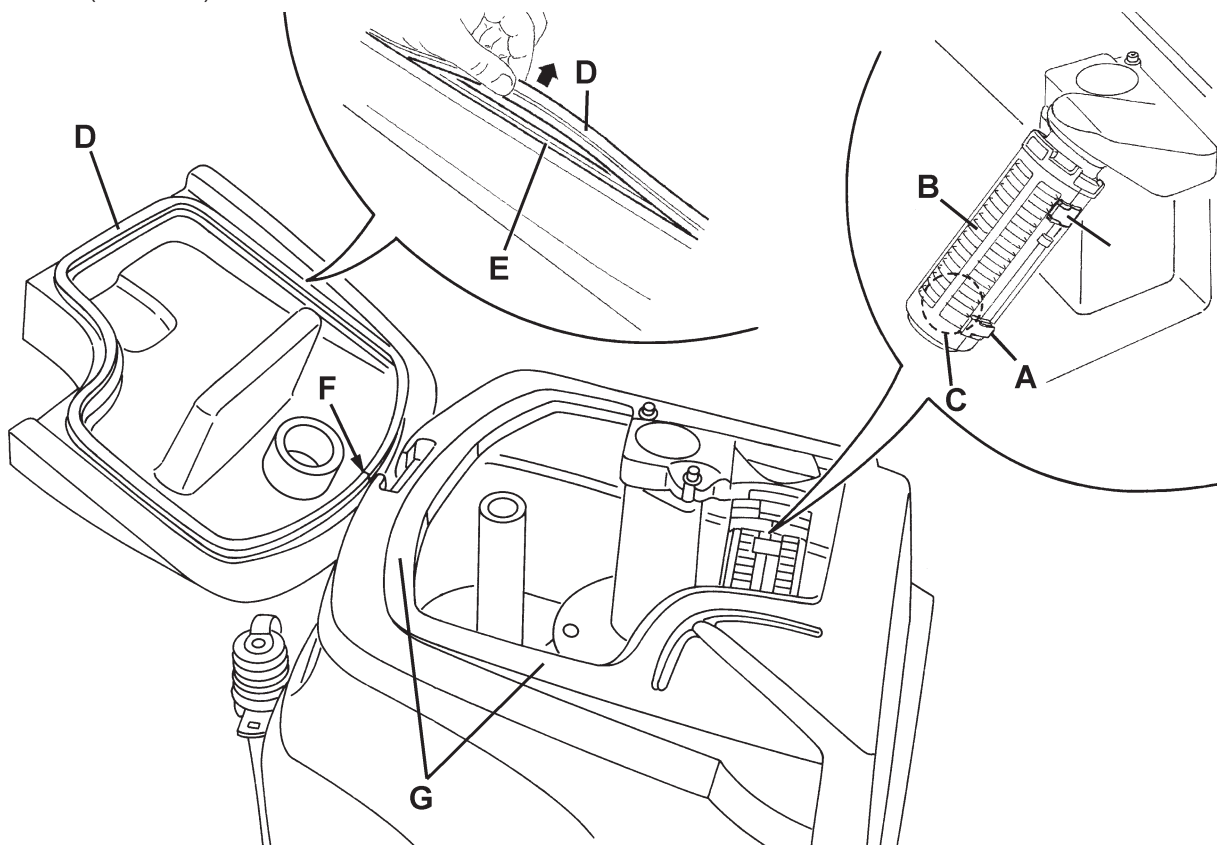

Abbildung 4
5. Falls nötig, die Befestiger (A, Abb. 4) lösen, das Gitter (B) öffnen und den Schwimmer (C) entfernen, dann sie aufmerksam reinigen und wieder einbauen.
6. Die Unversehrtheit der Deckeldichtung (D) des Tanks prüfen.